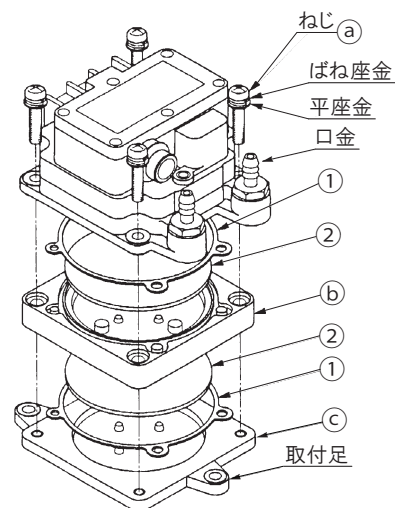

図1
- ・フィルタ部は図1の構成となっています。
5. 重ね合わせたケースb、cの上に計器本体を乗せます。ケースcの取付足と計器本体の口金部の関係が図1のようになっていることを確認してください。
6. 図1に従って4本のねじaで本体とケースb、cをよく締め付けてください。